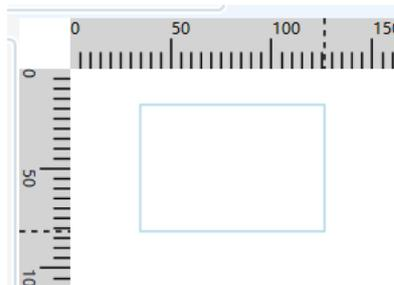

图 4.3.3b 矩形绘制
① 鼠标左键点击按键进入绘制模式，然后在画布的任意位置用鼠标左键点击即可确定矩形的左上角坐标，如图 4.3.3b 所示，移动鼠标后再次点击，即可即完成矩形的绘制。移动鼠标再次点击，即可开始第二个矩形的绘制。